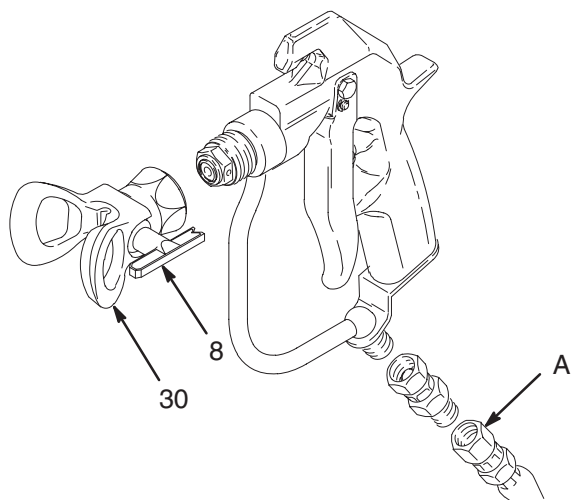

Fig. 2
1. Relier un flexible de fluide conducteur (A) sur l'entrée du pistolet. Voir Fig. 2.
4. Monter la buse SwitchTip (8) et le garde-buse (30). Toujours respecter les instructions du manuel fourni. Voir Fig. 2.